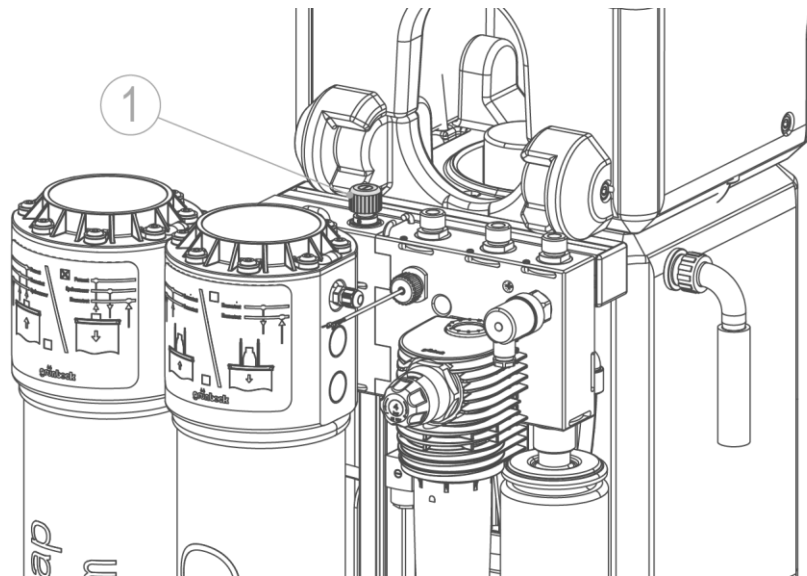

Fig. F-4 : Module hydraulique
- Régler le débit de concentrat sur la soupape à pointeau (voir fig. F-4, pos. 1).